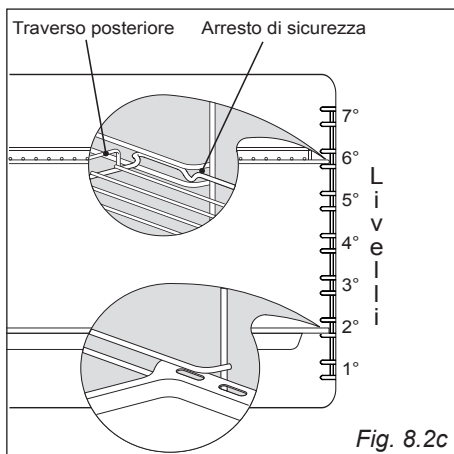

Fig. 8.2c
- Infilare in mezzo alle guide dei telai laterali la leccarda e la griglia come in (fig. 8.2c).